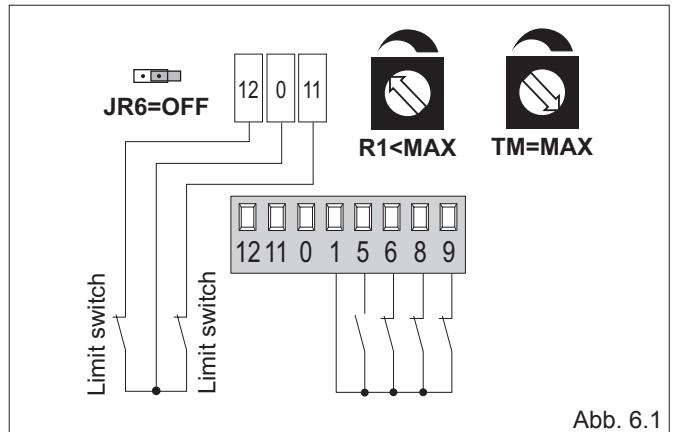

Abb. 6.1
- (Abb. 6.1) die N.C.-Kontakte der Endschalter zum Öffnen und Schließen an die Steckklemmen 12-0-11 anschließen;